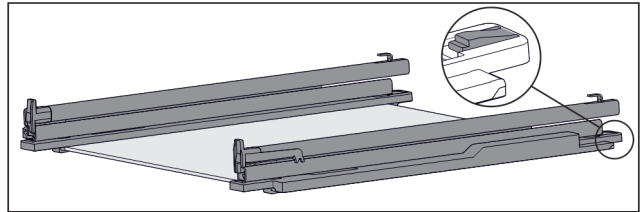

Fig. 149 Glassplate med skinner og holdedeler
- ▶ Trykk holdedel bak nedover (se Fig. 149) og skyv samtidig skinnen bakover.